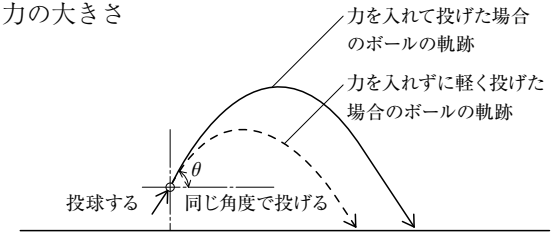

図2 — 力の大きさ
- ① ボールを投げるときに、軽く投げると力を入れて投げるのでは、ボールの運動の様子が異なります(図2)。